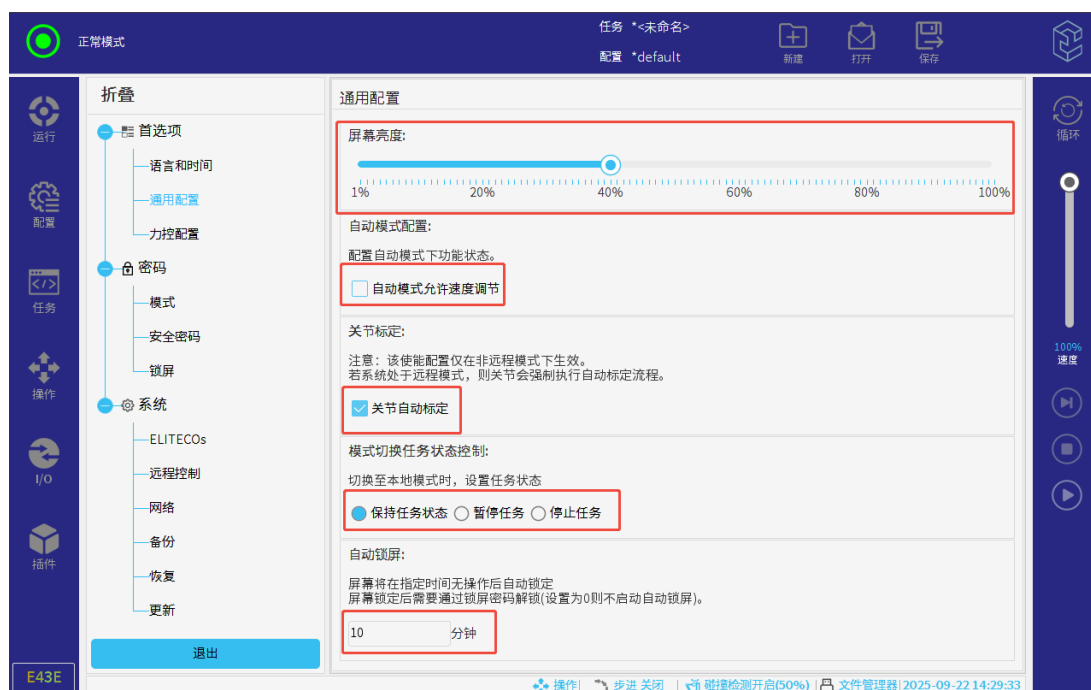

图 3-17: 通用配置
1. **调整屏幕亮度:** 滑动图 3-17 中的比例轴，可调整屏幕亮度。
2. **自动模式配置:** 勾选图 3-17 中的按钮，当系统处于自动模式下，可调节任务运行速度。
3. **关节标定:** 勾选图 3-17 中的按钮，可进行关节自动标定。
4. **模式切换任务状态控制:** 勾选图 3-17 中按钮，当切换模式时，系统将自动暂停任务的运行。